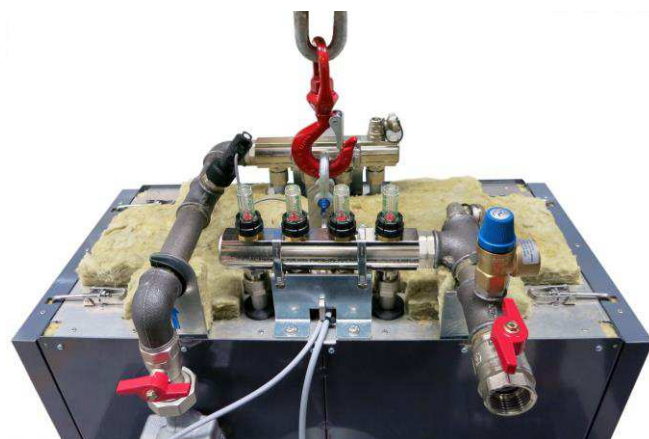

Figure 4: Anneau de levage avec manille
Selon la méthode normale, le MX fixé sur la palette en bois sera transporté avec un transpalette ou un chariot élévateur. Au-dessous du couvercle supérieur se trouve un anneau de levage, auquel une manille peut être fixée. Sur cette manille on peut soulever, déposer et transporter le MX (Figure 4).
- Soulever le MX avec l'aide de la manille (Figure 4) et réaliser l'ajustement en longueur des jambes.